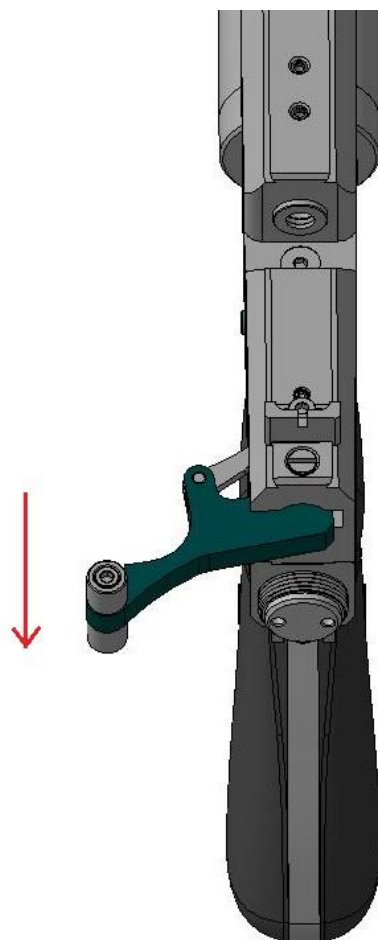

Рисунок 5.
- Поставить пистолет на боевой взвод отведением рычага взвода назад до щелчка и оставить его в таком положении (Рисунок 5).